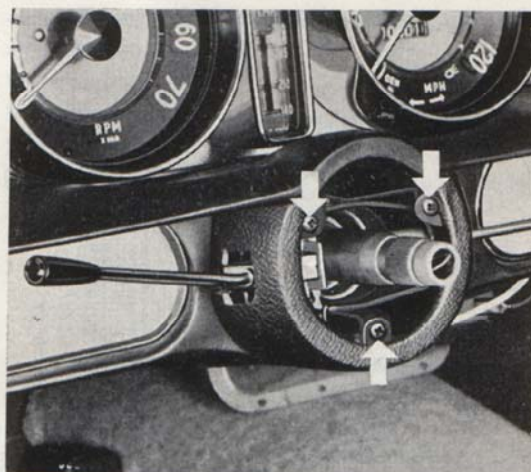

Bild 92. Demontering av omkopplarkåpa
2. Lossa skruvarna som håller fast kåpan över omkopplaren. Bild 92.